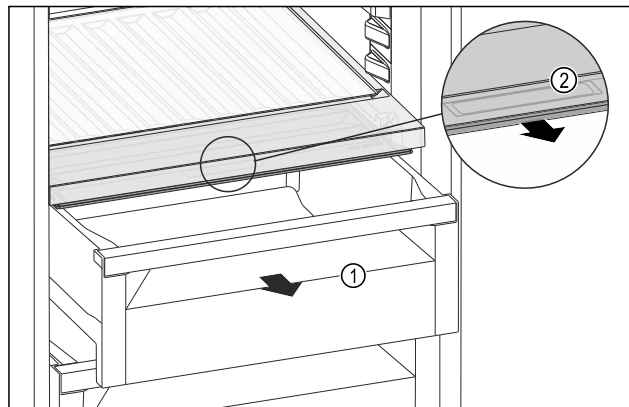

Fig. 228
- ▶ Τραβήξτε έξω το συρτάρι Fig. 228 (1).